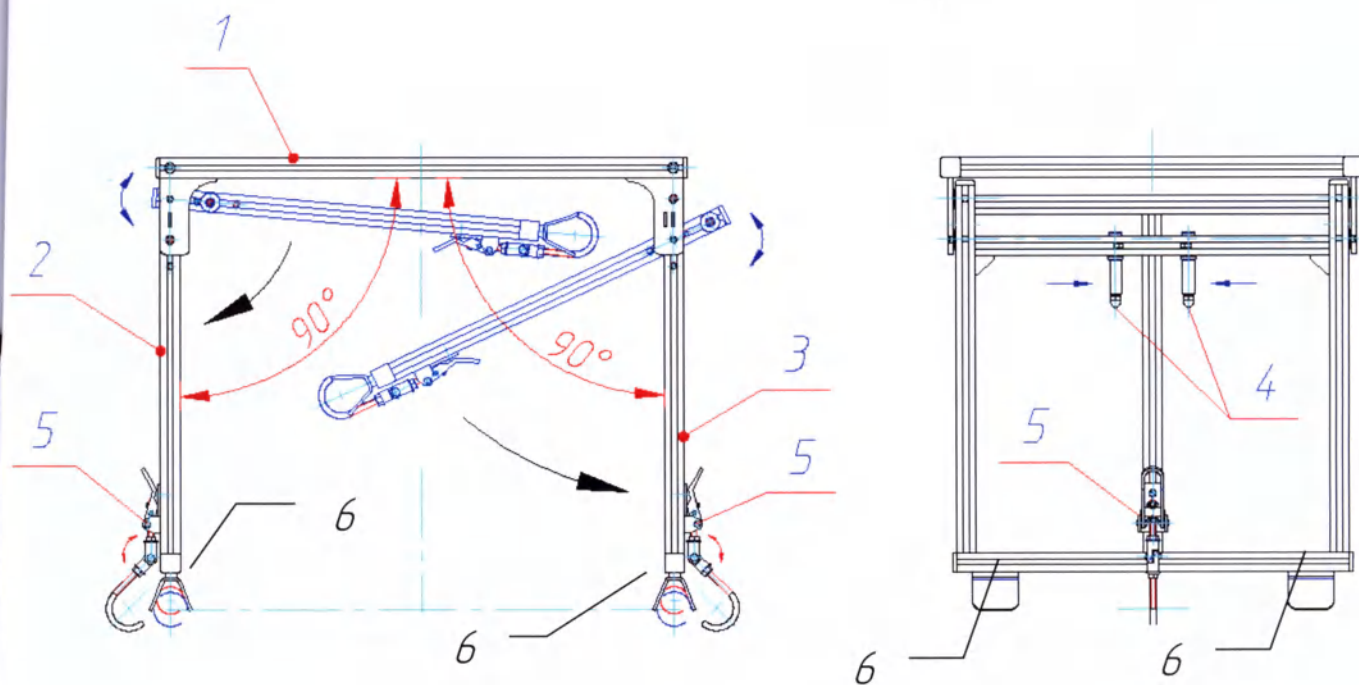

Рис. 3 – Порядок приведения полки для оборудования в рабочее (или транспортное) положение.
2.5.1 Приведение полки для оборудования в рабочее положение (см. рис. 3):
б) Нижнюю опору №II (поз. 3) привести в рабочее вертикальное положение, как показано на рис. 3. Для этого необходимо сжать ручки механизма фиксатора (поз. 4) на опоре №II и повернуть опору в вертикальное положение на 90° относительно полки столешницы (поз.1). Затем разжав ручки механизма фиксатора (поз. 4), зафиксировать опору №II (поз. 3) в вертикальном положении.
в) Верхнюю опору №I (поз. 2) привести в рабочее вертикальное положение, как показано на рис. 3. Для этого необходимо сжать ручки механизма фиксатора (поз. 4) на опоре №I и повернуть опору в вертикальное положение на 90° относительно полки столешницы (поз.1). Затем разжав ручки механизма фиксатора (поз. 4), зафиксировать опору №I (поз. 2) в вертикальном положении.
2.5.2 Приведение полки для оборудования в положение для транспортировки (см. рис. 3):